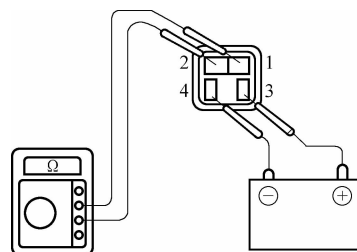

图 3-116 制动主继电器的检测
2) 如图 3-116 所示,用电阻表测量 1、2 两端子应不导通,3、4 端子应导通。
(4) TRC 节气门继电器的检测